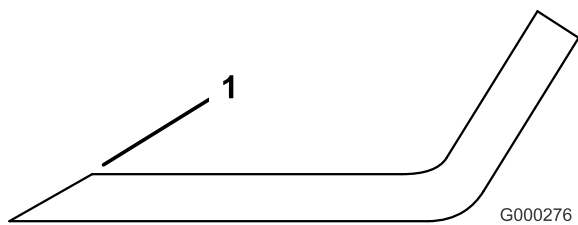

Figure 50
1. Au moyen d'une lime, aiguisez les tranchants aux deux extrémités de la lame (Figure 50). Veillez à conserver l'angle de coupe d'origine. Limez la même quantité de métal sur chacun des deux tranchants pour ne pas déséquilibrer la lame.